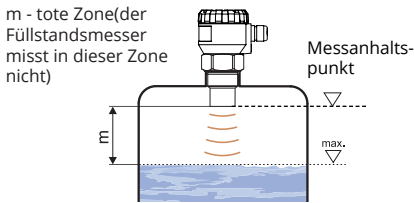

Abb. 2: Minimaler Abstand des Füllstandsmessers zum Maximalpegel
- Der Anhaltspunkt für die Messung ist die untere Kante des Ultraschallwandlers (Abb. 2) Im Zusammenhang mit dem Messprinzip können die im unmittelbaren Bereich unter dem Füllstandsmesser sowie am Ende der Elektrode reflektierten Signale nicht ausgewertet werden (siehe Abb. 2). Diese Zone bestimmt den möglichen Mindestabstand zwischen dem Füllstandsmesser und dem höchsten Füllstandsniveau. Die Mindestabstände zum Medium sind dem Kapitel „Technische Parameter“ zu entnehmen.